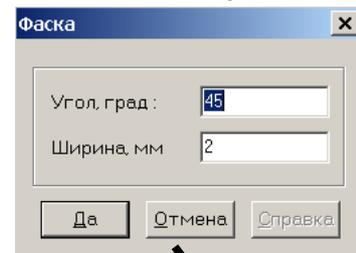

Рисунок 2.52
**Задание 3.** Задайте фаски (рисунок 2.52).